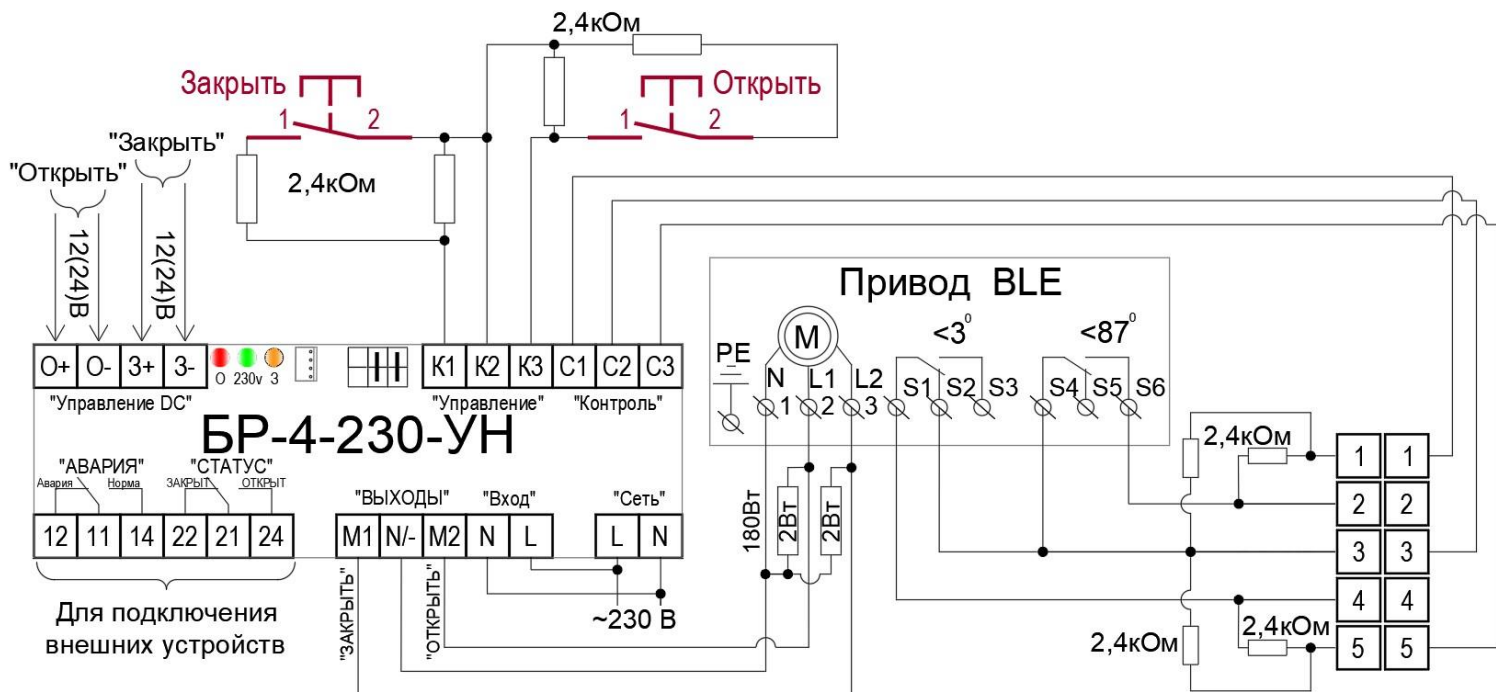

Рис. 2: Схема внешних подключений «БР-4-230-КР- Пд-УН-IP20» к реверсивному приводу клапана «Belimo».
Для стандартной работы Блока с **реверсивным** приводом, как показано на **рис. 2**, необходимо установить **джамперы «2, 3»** (10).